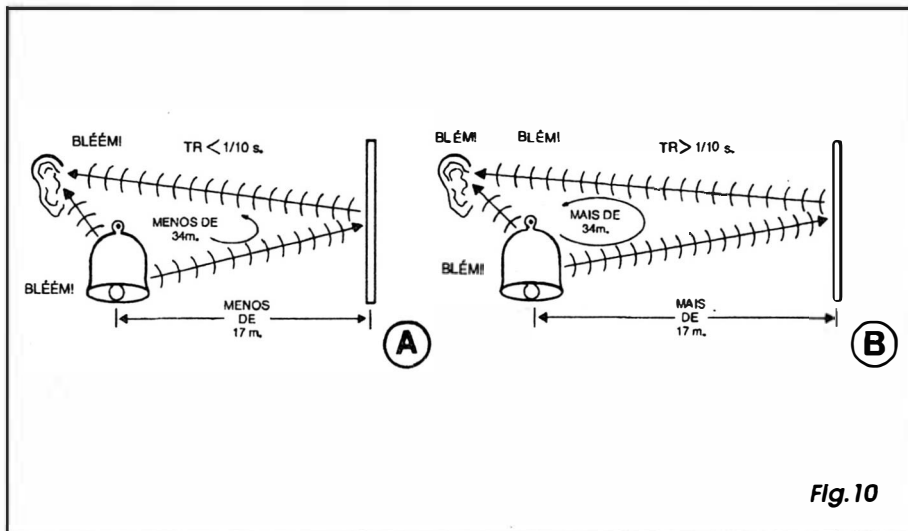

Fig. 10
- FIG. 10 - ESQUEMATIZANDO A REVERBERAÇÃO E O ECO... - Novamente lembrando que a VELOCIDADE DE PROPAGAÇÃO do som no ar é de aproximadamente 340 metros por segundo, através de uma simples *continha de dividir* verificaremos que, em 1/10 de segundo um impulso sonoro consegue *viajar* cerca de 34 metros (340/10)... Assim, se como é sugerido em 10-A, tivermos uma fonte sonora *próxima* ao ouvinte, e um material *bom refletor* de som situado a uma distância *inferior* a 17 metros (o que resulta em *menos* de 34 metros, para o som *ir e voltar...*), quando o sino for *badalado* o ouvinte sente, quase que imediatamente, o som vindo diretamente do sino, e *menos de 1/10 de segundo depois*, o som *refletido* no anteparo... Como não decorre tempo suficiente para a persistência auditiva *separar* os dois impulsos sonoros, a sensação é de que os sons resultaram *emendados* (como se o sino *fizesse* BLÉM e a pessoa ouvisse BLÉÉM...). A esse *esticamento* da sensação sonora, damos o nome de **REVERBERAÇÃO**... Agora, como em 10-B, reproduzamos a experiência, porém afastando o anteparo refletor, colocando-o a uma distância *superior* a 17 metros (*mais* de 34 metros, portanto, para o som *ir e voltar...*). Ao ser badalado o sino, o ouvinte percebe, quase que imediatamente, o som que chega diretamente da fonte e, *decorrido um intervalo maior do que 1/10 de segundo*, o impulso sonoro retornando do refletor (ele, então, escuta BLÉM...BLÉM... com o *segundo* BLÉM já um tanto atenuado pela perda da energia sonora através da distância... A tal fenômeno ou sensação, damos o nome de... **ECO!** Resumindo: se o *tempo* entre duas manifestações distintas for *inferior* a 0,1 s, temos **REVERBERAÇÃO** (um aparente *encomprimento* do som...), mas se o intervalo entre as duas manifestações (ou mais de duas, assim como também pode ocorrer na **REVERBERAÇÃO**...) for *superior* a 0,1 s, temos **ECO**...